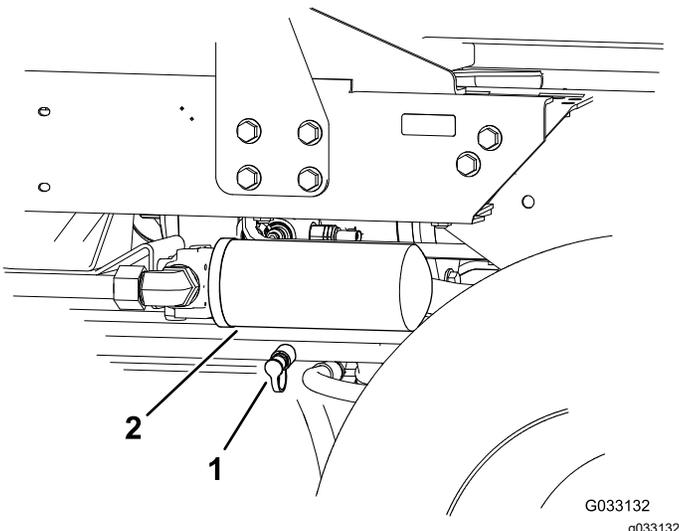

图 40
2. 在安装在后牵引歧管中的诊断接头与后牵引压力测试端口之间连接一根液压软管图 40。